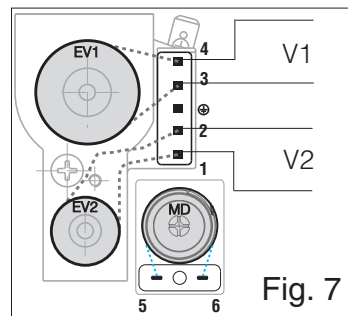

Fig. 7
- schema elettrico in Fig. 7. L'elettrovalvola di intercettazione EV1 è alimentata collegando i contatti 3 e 4. L'elettrovalvola di intercettazione EV2 è alimentata collegando i contatti 1 e 2.